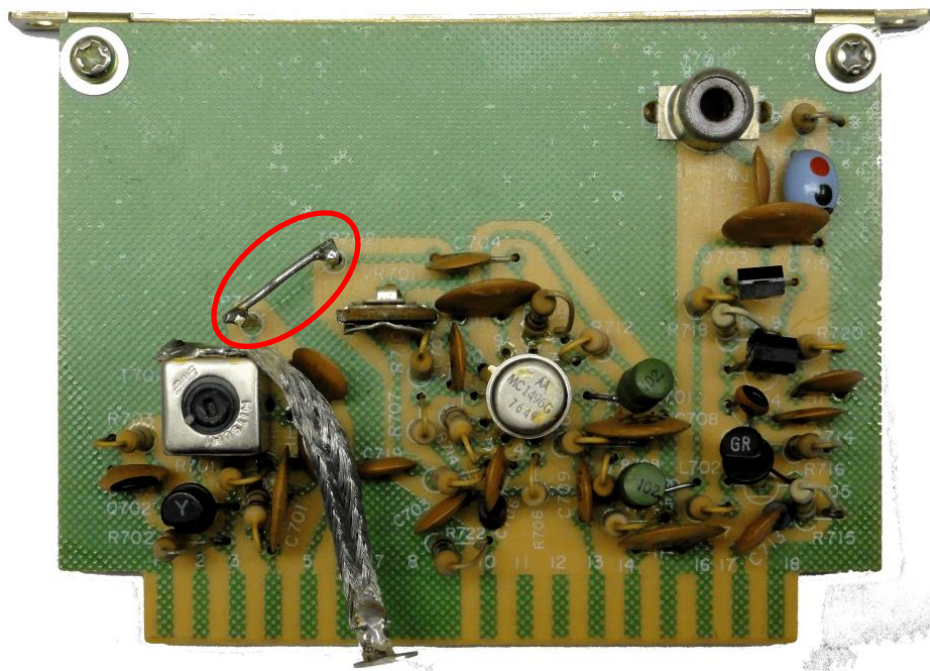

Abbildung 3
- Entfernen Sie die Drahtbrücke von TP701 nach TP702, welche das Signal des Quarzoszillators dem Mischer zuführt (siehe Abbildung 3)